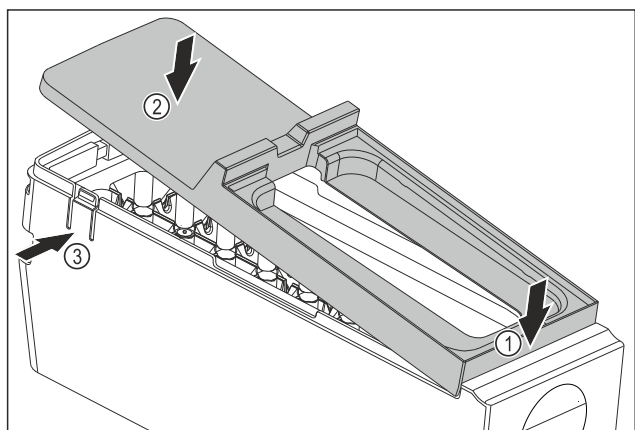

Fig. 79
- ▶ Montáž krytu korpusu EasyTwist-Ice: Kryt nasadte vpredu. Fig. 79 (1)
- ▶ Kryt spustite dozadu. Fig. 79 (2)
- ▷ Kryt počutelné zapadne od oboch strmeňov Fig. 79 (3).